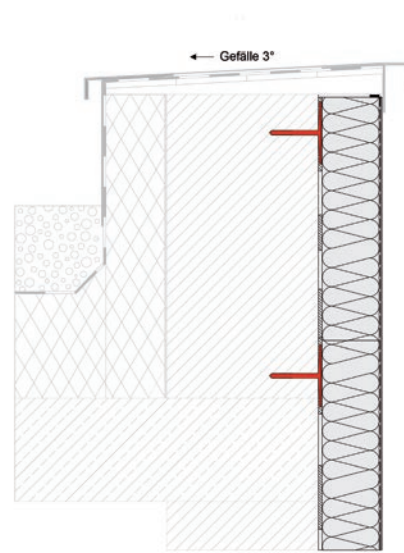

Abb. 39: Anschluss an Attikaverblechung
- Jegliche Überlappung von Textilglasgitter (z.B. Baunit TextilglasGitter zu Baunit FensteranschlussProfil/Baunit FensteranschlussProfil zu Baunit KantenSchutz) muss zumindest 10 cm betragen, siehe beispielsweise Abbildung 39.